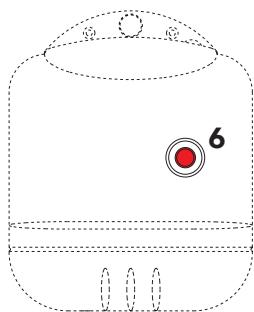

fig. 1
Ved kortvarige afbrydelser trykkes blot på afbryderen **5** (fig. 1) på kontrolpanelet, idet afbryderen indstilles i position "0".
- a Blokering af brænderen signaleret ved hjælp af den respektive kontrollampe **6** (fig. 1). Se brænderens manual.